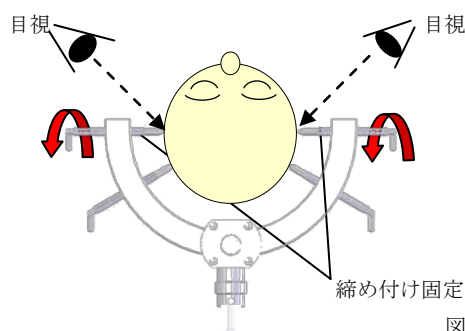

図 3
- (3) 最後に仮止めしていたスクリーブピンを 1/4~1/2 程回転させ、更なる締め付けをしてください。(図 3)スクリーブピンによる過度の締め付けは、頭蓋骨の割れ・陥没・貫通、また、皮膚の裂傷等の恐れがあります。スクリーブピンの締め付けは注意して行ってください。